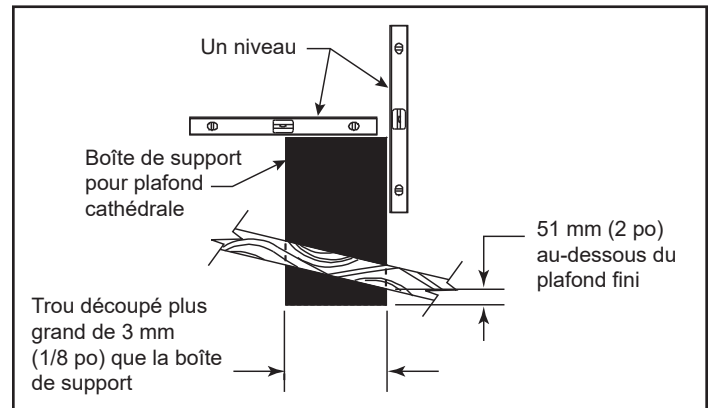

Figure 3.39
**Étape 4** – Introduisez la boîte de support dans l'ouverture du toit jusqu'à ce que tous les côtés de son fond dépassent d'au moins 51 mm (2 po) sous le plafond (figure 3.39). Alignez verticalement et horizontalement la boîte de support au moyen d'un niveau. Clouez temporairement la boîte de support en place à travers les murs intérieurs et le revêtement du toit.